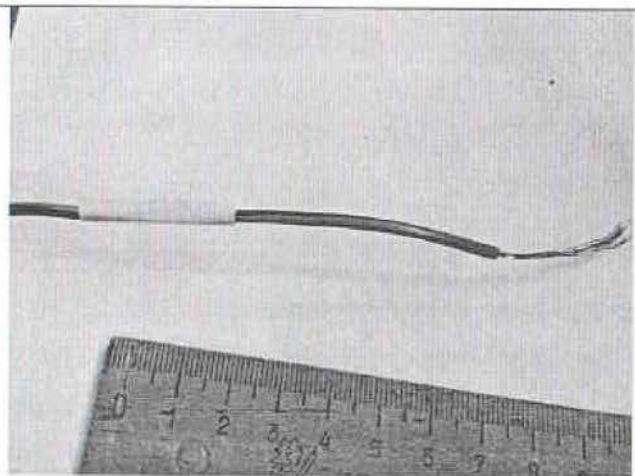

Рис.2 Одеть термоусадку.
**Режим критической температуры.** При превышении критической температуры цилиндра, соответствующая шкала цилиндра перейдет в мигающий режим, и если подключен кабель **Зуммер**, то сработает звуковой сигнал. При этом на цифровом дисплее высветится температура соответствующего цилиндра. При превышении температуры **260°C** – показания индицируются как обрыв см. **рис. 2 ПРИЛОЖЕНИЕ Б**. В прибор встроена система автоматического контроля датчиков, нештатное состояние датчика отображается на соответствующем канале – см. **Рис.1, Рис.2 ПРИЛОЖЕНИЕ Б**.